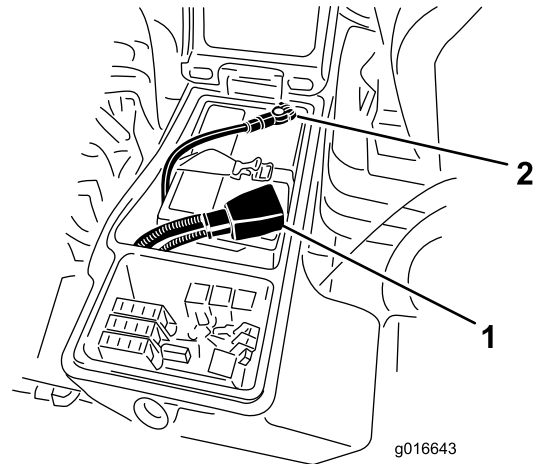

Figure 97
6. Raccordez le câble positif (rouge) de la batterie à la borne positive (+) et le câble négatif (noir) à la borne négative (-) (Figure 97).